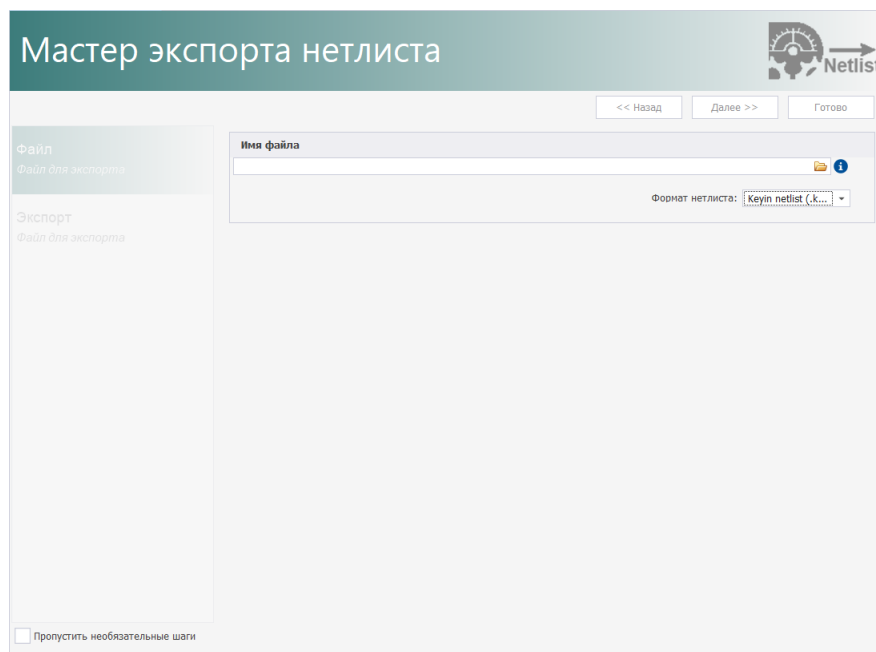

Рис. 75 Окно мастера экспорта нетлиста
- В поле «Имя файла» нажмите символ , Рис. 75.